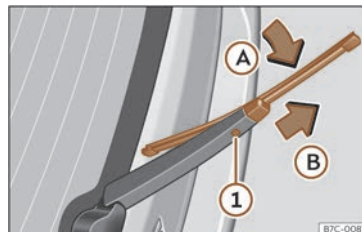

Fig. 39 Canvi de l'escombreta del vidre posterior.
- Roteu l'escombreteta lleugerament»» **fig. 39** (fletxa **A**).
- Mantingueu pressionada la tecla de desbloqueig ❶ mentre tibeu l'escombreteta en el sentit de la fletxa **B**.
- Inserir el braç eixugavidres posterior una escombreteta nova **de la mateixa longitud i tipus**, en sentit contrari a la fletxa **B** fins que encasti la tecla ❶.